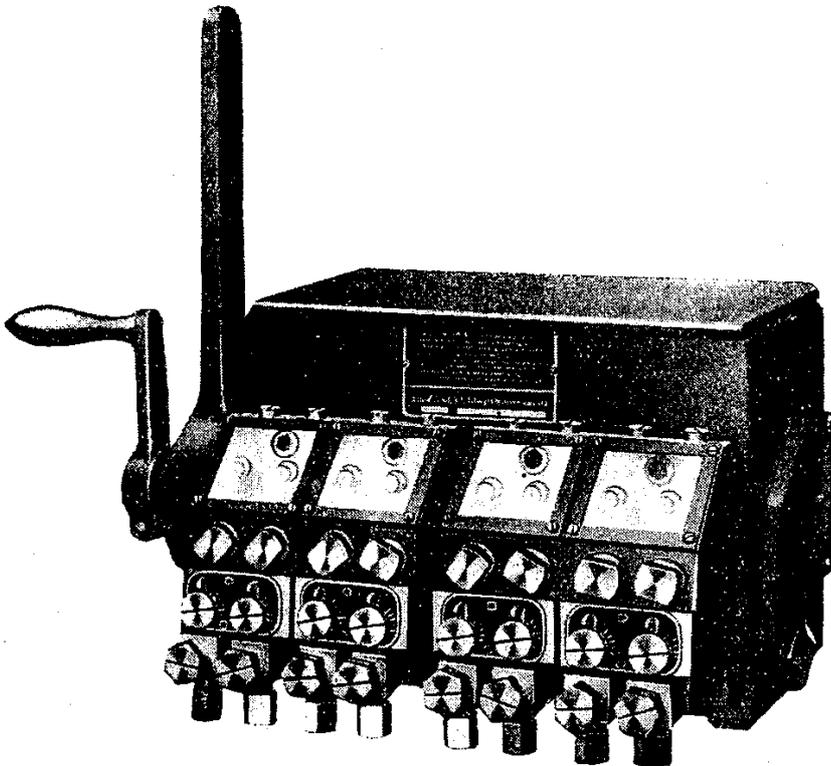
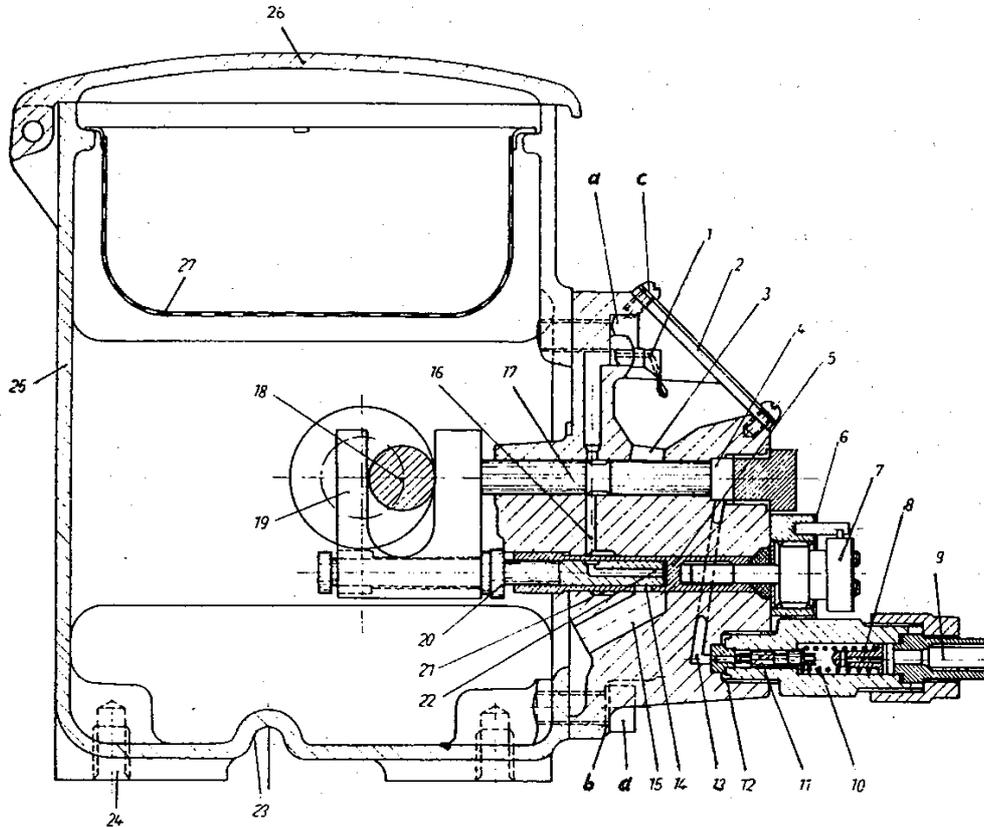
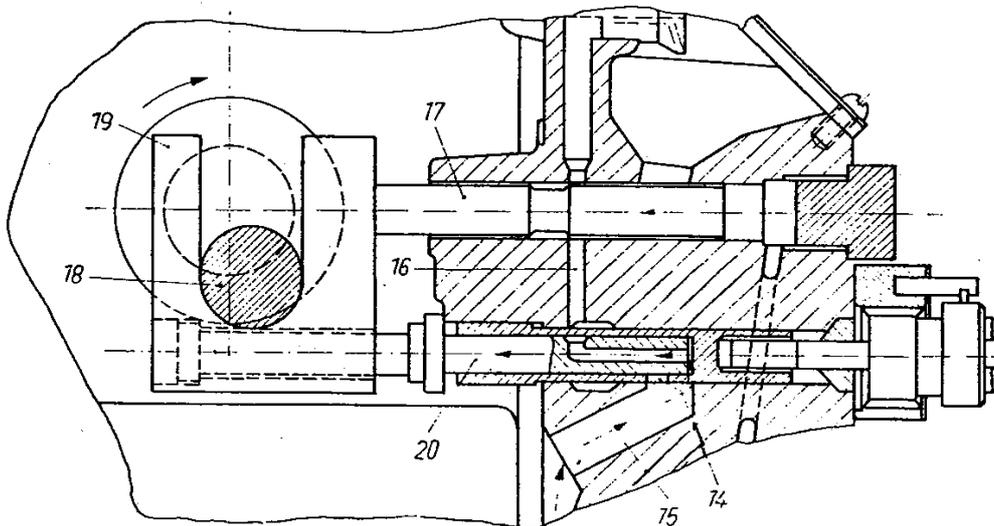

Bild 43. Michalk-Hochleistungs-Ölschmierpumpe Typ JM
Bild 44. Michalk-Hochleistungs-Ölschmierpumpe JM im Schnitt
Bild 45. Michalk-Hochleistungs-Ölschmierpumpe Typ JM
Bild 43 zeigt die Ansicht der Michalk-Hochleistungs-Ölschmierpumpe JM mit 8 Ölauslässen; Bild 44 stellt die Pumpe im Schnitt dar.
Im Ölbehälter (25) ist eine Exzenterwelle (18) gelagert. Durch die exzentrische Bewegung der Welle (18) werden die Gabel (19) und der mit der Gabel fest verbundene Druckkolben (17) in eine hin- und hergehende Bewegung versetzt. Gleichzeitig wird der Zubringerkolben (20) von der Gabel (19) zeitweise mitgenommen. Die Gabel (19) ist unten links mit einer Aussparung versehen, die es ihr ermöglicht, sich von der vorderen Totpunktlage der Exzenterwelle (18) bis fast zu deren tiefsten Hub (Bild 45) zu bewegen, ohne den Zubringerkolben (20) mitzunehmen.
Beim Zurückgehen des Druckkolbens (17) (Bild 44) steht der Zubringerkolben (20) zunächst solange still, bis die breite Rille des Druckkolbens über den Kanal (16) hinweggeglitten ist und der Kolben diesen Kanal zugesteuert hat (Bild 45).